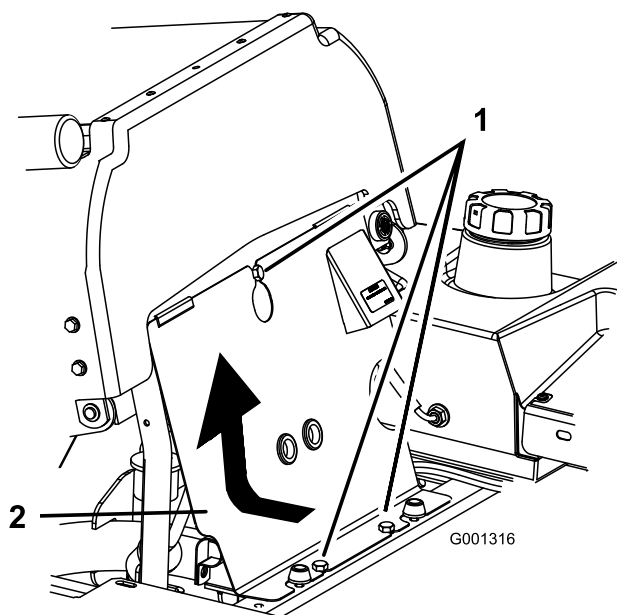

Figure 37
1. Basculez le siège en avant, desserrez les boulons et déposez le panneau avant du moteur (Figure 37).